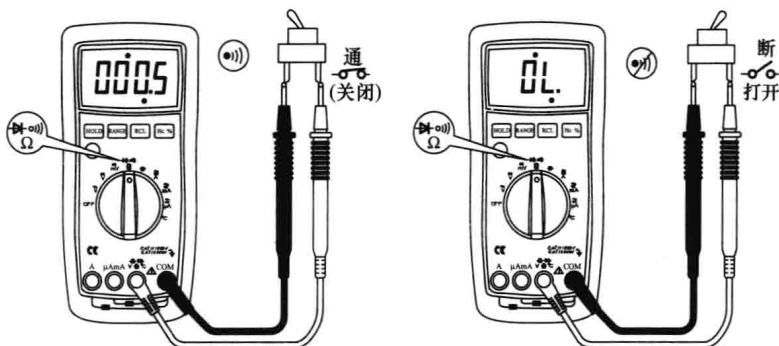

图 6-20 测量电路的通断
(4) 用红、黑表笔两端测量被测电路的电阻，如图 6-20 所示。